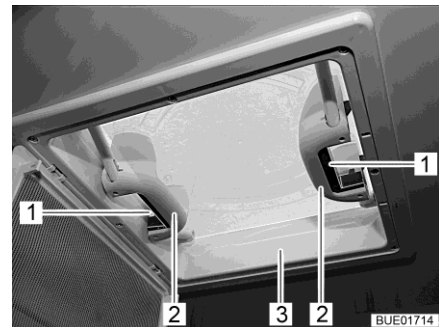

Bild 26 Griffe mit Schnappverschlüs-
- Schnappverschluss (Bild 26,1) zur Innenseite der Dachhaube (Bild 26,3) drücken. Gleichzeitig mit dem Griff (Bild 26,2) die Dachhaube nach oben drücken.
- Dachhaube (Bild 26,3) an beiden Griffen (Bild 26,2) kräftig nach unten ziehen, bis beide Schnappverschlüsse (Bild 26,1) eingerastet sind.